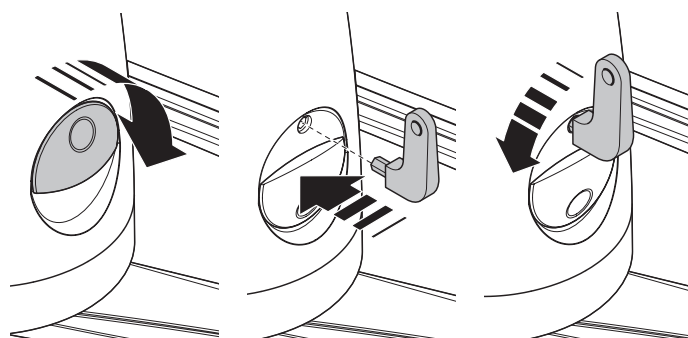

Rys. 11
03. Przymocować wspornik do solidnej części skrzydła rys.11.